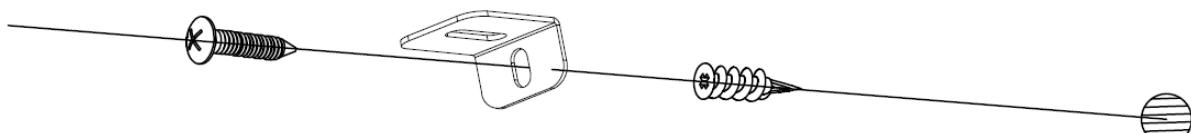

рис. 4-3
C. Установите пластиковый анкер (С) в гипсокартон, затем вставьте винт В (входит в комплект поставки) в отверстие L-образного кронштейна в настенном анкере, чтобы камин не соскальзывал с крючков. (**рис. 4-3**)